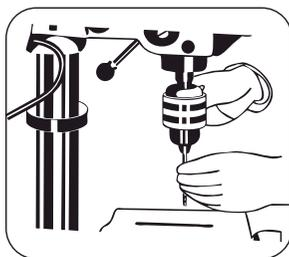

FIGURA 8.18
- Certifique-se de que a broca está centralizada no mandril antes de apertá-lo com a chave do mandril. (Figura 8.18)